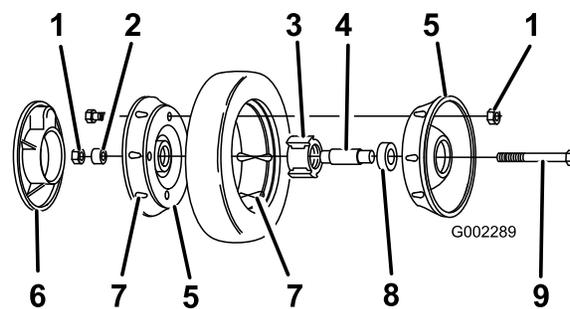

Figura 30
3. Retire el perno, el suplemento de la rueda y la contratuerca que monta la rueda al brazo de pivote (Figura 30).
4. Separe las mitades de la rueda del neumático retirando los 4 pernos y las 4 contratuercas (Figura 30).
Nota: Si retira los cojinetes del conjunto de cojinete/buje, retírelos apretando sobre el suplemento del cojinete (Figura 30).
1. Coloque el neumático en una mitad de rueda, alineando las orejetas en cada pieza (Figura 30).
patas del buje están posicionadas sobre la brida del hueco (Figura 30).
3. Coloque la otra mitad de la rueda sobre el conjunto cojinete/buje, alineando las orejetas de la rueda y del neumático y los taladros de montaje (Figura 30)
4. Usando 2 tornillos o pernos de rosca completa (1/4-20 x 1,50 pulg.) y tuercas no de freno, conecte sin apretar las dos mitades de la rueda. Monte los tornillos o pernos en taladros opuestos (Figura 30).
5. Compruebe la alineación de todas las piezas y apriete los pernos, alternando de uno a otro para que el encaje sea uniforme, hasta que las mitades de la rueda estén juntas (Figura 30).
6. Instale los 2 pernos y 2 contratuercas que retiró anteriormente en los taladros restantes de las mitades de la rueda, y apriételos. Retire los dos tornillos o pernos largos y sustitúyalos por 2 pernos y 2 contratuercas (Figura 30).
7. Instale la rueda en el brazo de pivote con los pernos, un suplemento y una contratuerca. Asegúrese de que el suplemento está colocado entre el buje de la rueda y el brazo de pivote (Figura 30).